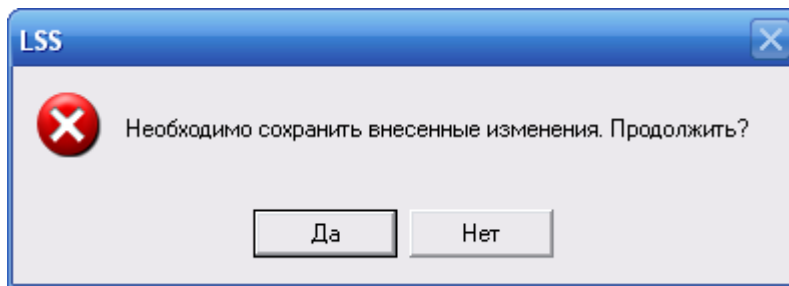

Рис. 6-25
2. Нажмите на кнопку **Добавить**. При появлении сообщения, представленного на рис. 6-25, нажмите на кнопку **Да** для сохранения внесенных изменений.